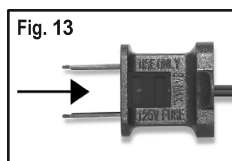

Fig. 13
4. Fermez le compartiment des fusibles en faisant glisser le couvercle d'accès vers le côté cordon de la fiche (Figure 13).